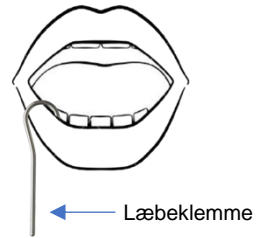

Fig. 5
2. Fastgør læbeklemmen til patienten – se fig. 5.